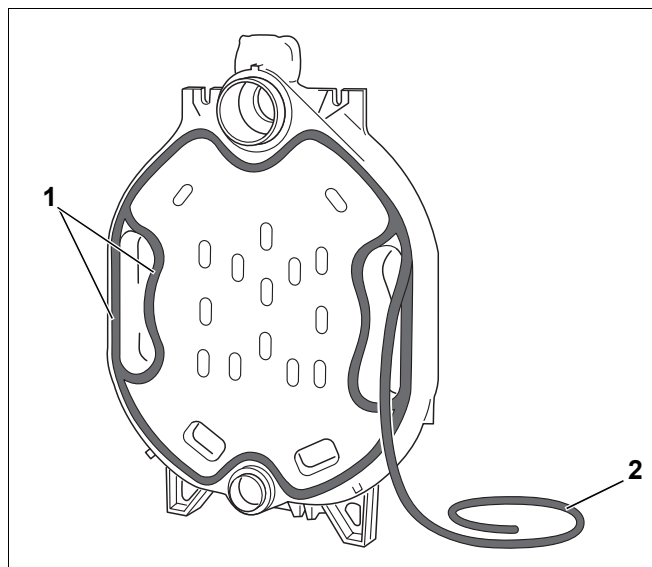

Bild 11 Einsetzen der Dichtschnur (KM-Schnur)
- ▶ Elastische Dichtschnur (KM-Schnur: Bild 11, **Pos. 2**) auf der Vorderseite des Hintergliedes, im oberen Nabenbereich beginnend, in die Dichtnuten (Bild 11, **Pos. 1**) einlegen und leicht andrücken. Die Dichtschnur an den Stößen 2 cm überlappen und gut aneinander drücken.